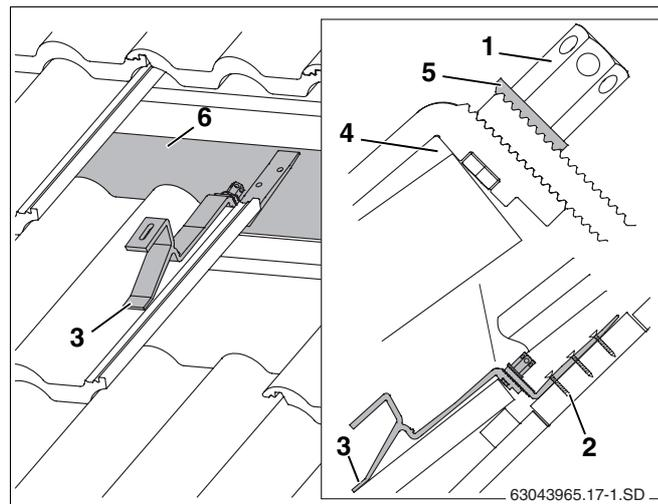

Рис. 15 Установленный кровельный крюк (для наглядности изображены не все элементы черепицы)
- Установить переднюю подпорку на черепицу таким образом, чтобы она при нагрузке легла во впадину черепицы (рис. 15, **поз. 3**).
При этом должен быть зазор между кровельным крюком и верхним краем черепицы (рис. 15, **поз. 4**). При необходимости подогнать черепицу сверху.
- Нижнюю часть кровельного крюка сдвинуть вниз настолько, чтобы он прилегал к стропилам или доске/брусу (рис. 15, **поз. 6**).
Зубчатая подкладная шайба (рис. 15, **поз. 5**) должна войти в зацепление с нижней частью кровельного крюка.
- Затянуть гайки (рис. 15, **поз. 1**). Для этого вставить ключ SW5 в отверстие гайки и повернуть его.
- Нижнюю часть кровельного крюка прикрепить к стропилам минимум в первом (рис. 15, **поз. 2**) и втором отверстиях соответствующими шурупами.